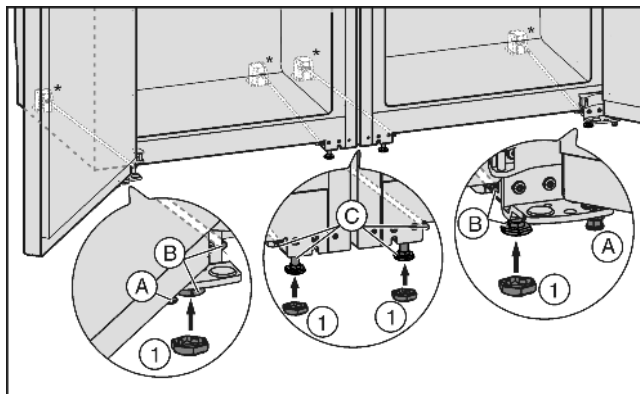

Fig. 4
- ▶ S'il y a lieu, visser complètement les pieds de réglage Fig. 4 (A) devant aux deux appareils, de sorte qu'il n'y a pas de contact avec le sol.
- ▶ Placer les caches Fig. 4 (1) sur les quatre pieds de réglage avants.
- ▶ Visser les pieds de réglage du milieu Fig. 4 (C) de sorte qu'il n'y ait aucun contact avec le sol.
- ▶ Aligner la combinaison au moyen des pieds de réglage extérieurs Fig. 4 (B).
- ▶ Abaisser de nouveau les pieds de réglage du milieu Fig. 4 (C) jusqu'à ce qu'elles touchent le sol.
- ▶ Ensuite, étançonner la porte : Abaisser les pieds de réglage Fig. 4 (A) au support d'appui jusqu'à ce qu'ils soient en contact avec le sol; ensuite les tourner de 90°.